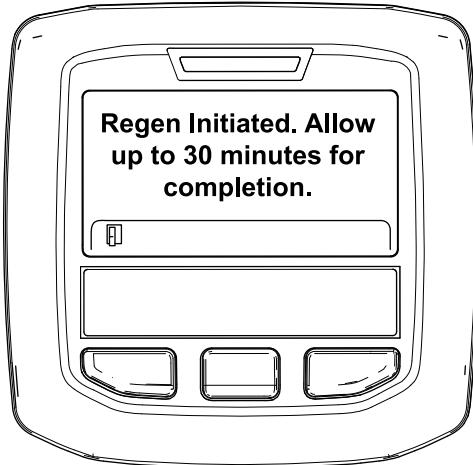

Bild 50
- Wenn die Regenerierung zugelassen wird, wird die Meldung „Regen. Initiated. Allow up to 30 minutes for completion“ im InfoCenter angezeigt. Warten Sie, bis die Maschine die geparkte Regenerierung abgeschlossen hat (Bild 50).